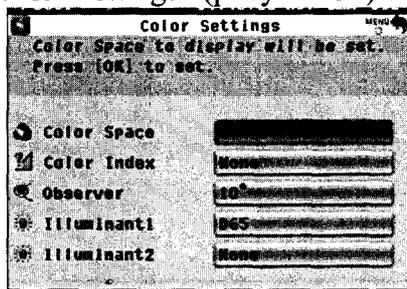
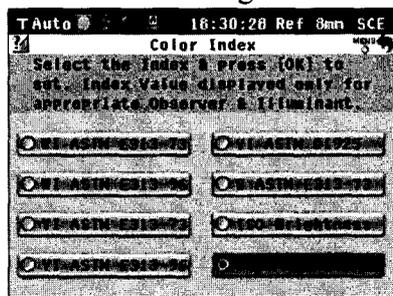
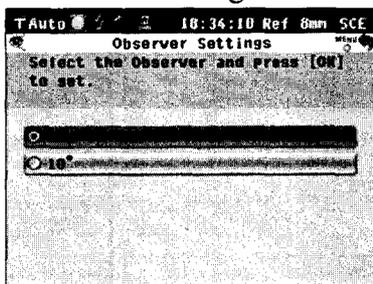
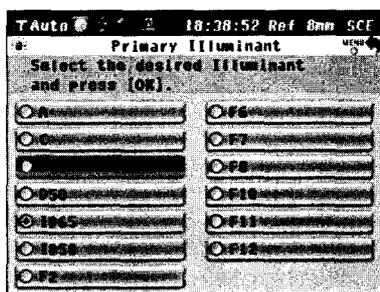

Рисунок 38
Рисунок 40
Рисунок 41
Рисунок 42
8.4.1.2.2 Настройте условия отображения измерений. Для этого с помощью кнопок  или  выберите элемент «Color» на экране «Configuration» и подтвердите кнопкой «OK/EDIT». Отобразится экран «Color Settings» (рисунок 38) с текущими настройками.
- откройте вкладку «Color Index» (Индекс цвета) (рисунок 38), отобразится экран «Color Index», переместить курсор к элементу «None» (рисунок 40) и нажмите кнопку «OK/EDIT». На экране снова появится «Color Settings».
- откройте вкладку «Observe» (Наблюдатель) (рисунок 38), отобразится экран «Observe Settings» (рисунок 41), выберете угол наблюдения «2°» и нажмите кнопку «OK/EDIT». На экране снова появится «Color Settings».
- откройте вкладку «Illuminant 1» (Осветительный прибор) (рисунок 38), отобразится экран «Primary Illuminant» (рисунок 42), переместить курсор к элементу «D65» (дневной свет, температура цвета: 6504 K) и нажмите кнопку «OK/EDIT». На экране снова появится «Color Settings».
- откройте вкладку «Illuminant 2» (Осветительный прибор) (рисунок 38), отобразится экран «Secondary Illuminant» (рисунок 43), переместить курсор к элементу «A» и нажмите кнопку «OK/EDIT». На экране снова появится «Color Settings».